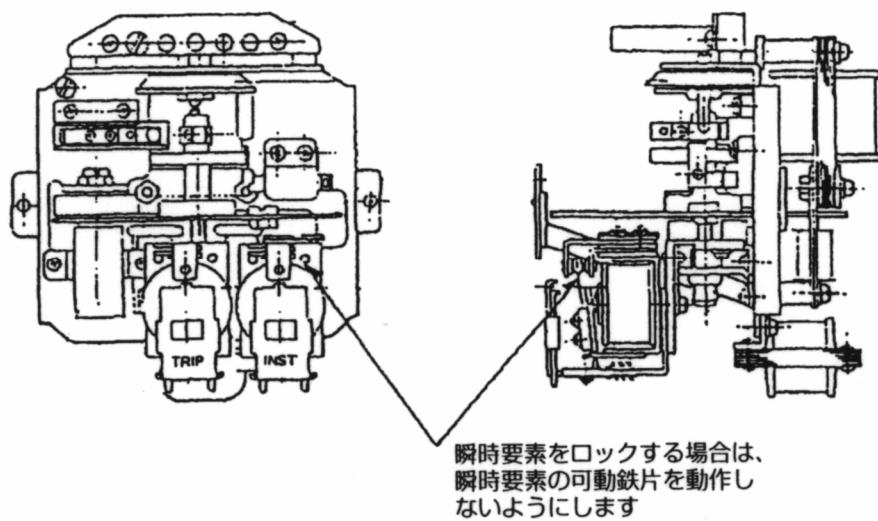

図10：瞬時要素のロック方法（誘導形）
**誘導形の場合**：瞬時要素は可動鉄片タイプなので可動鉄片(図10)を動作しない状態にします。